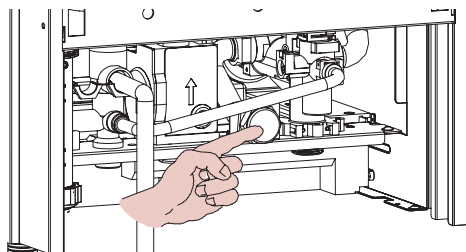
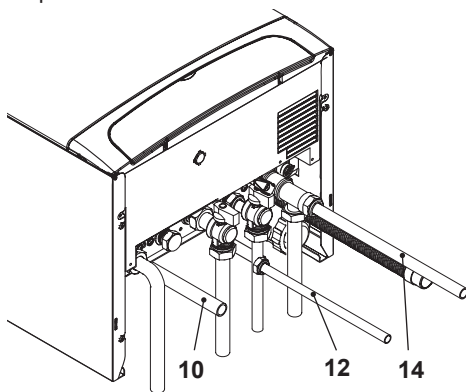

Fig. 5.6
Fig. 5.7
Collegare il ritorno del serpentino bollitore (RR) 14 in Fig. 5.7 al raccordo per il tubo del serpentino.
Collegare l'entrata sanitaria del bollitore (ES) 12 in Fig. 5.7 al rubinetto di riempimento circuito riscaldamento.
Collegare la mandata del serpentino bollitore (MB) 10 in Fig. 5.7 al raccordo della caldaia, rimuovendo il tappo cieco indicato in Fig. 5.6.